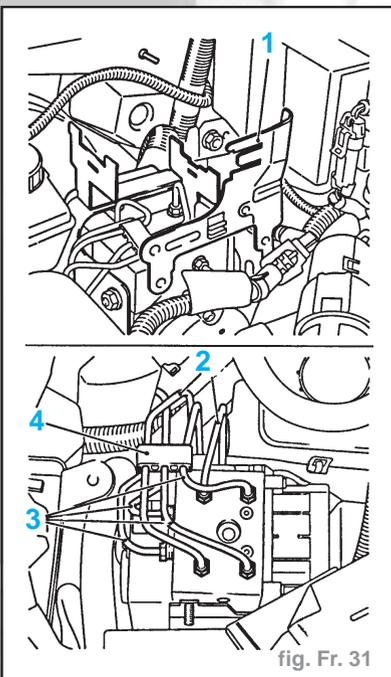

fig. Fr. 31
- Déposer support porte-relais (1), 3 écrous de fixation (fig. Fr. 31).